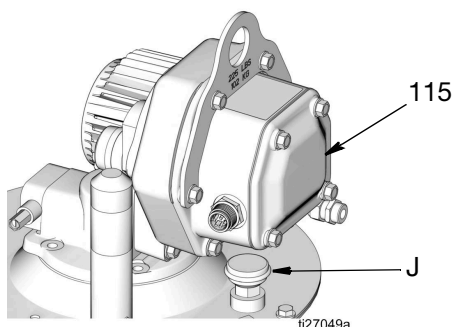

Рис. 51
ПРИМЕЧАНИЕ. Когда насос установлен правильно, дыхательный клапан резервуара (J) будет находиться ниже блока управления (115), как показано на Рис. 51.